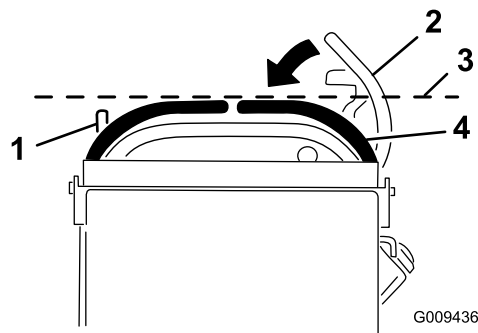

Figure 75
3. Abaissez les leviers de commande de déplacement pour quitter la position de VERROUILLAGE AU POINT MORT (Figure 75).
4. Vérifiez que le levier de commande de déplacement droit s'aligne horizontalement sur le levier de commande de déplacement gauche (Figure 75).